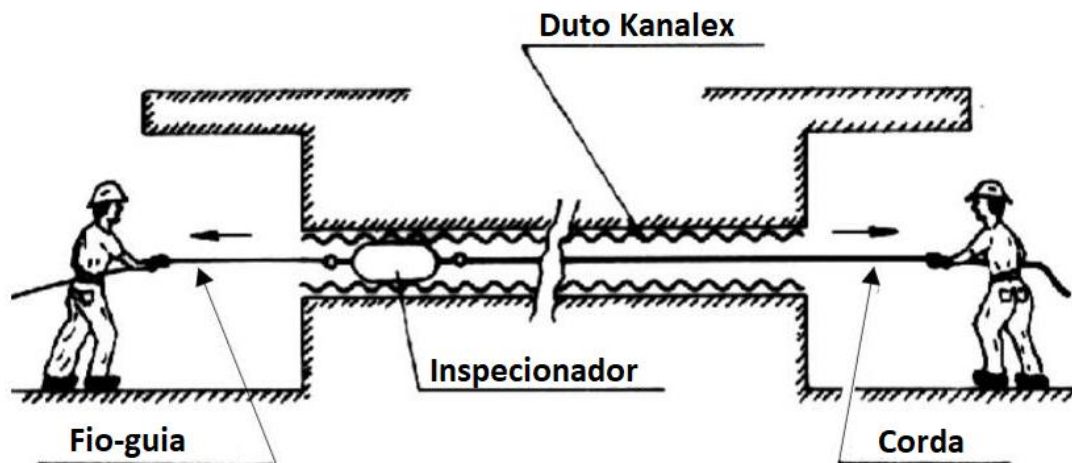

Figura 20
- Em seguida, puxamos o fio guia e introduzimos o inspecionador pelo interior do duto, até atingir a outra extremidade (Figura 20).